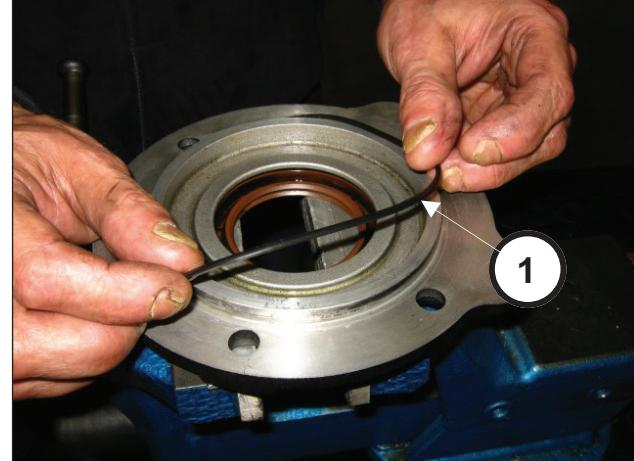

Fig. 92
Poser le joint torique sur le couvercle de pignon (rep. ①, Fig. 92).